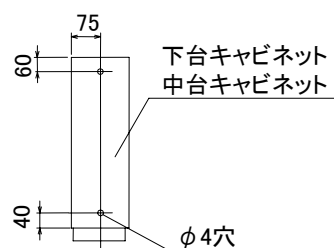

図10-4
- ③ ⑥の作業は不要です。
- ①下台キャビネットの引出を取りはずしてください。
- ②下台キャビネットの天板の所定位置に中台キャビネット連結用の下穴(φ4穴)を加工してください。(図10-4)
- ③中台キャビネットの天板の所定位置に上台キャビネット連結用の下穴(φ4穴)を加工してください。(図10-4)